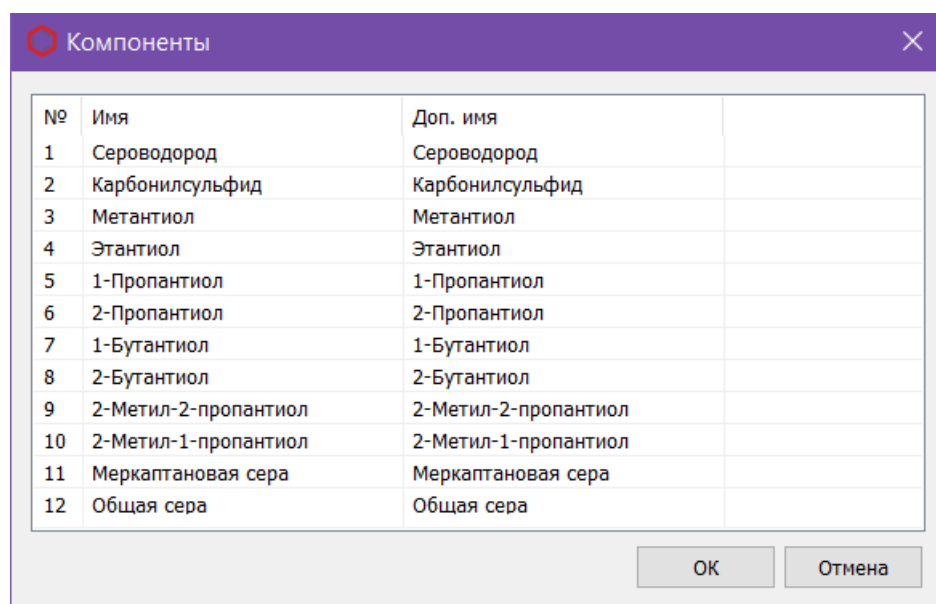

Рис. 7. Окно «Компоненты»
1. В основном окне программы нажмите **Компоненты**. Откроется окно *Компоненты* (Рис. 7).